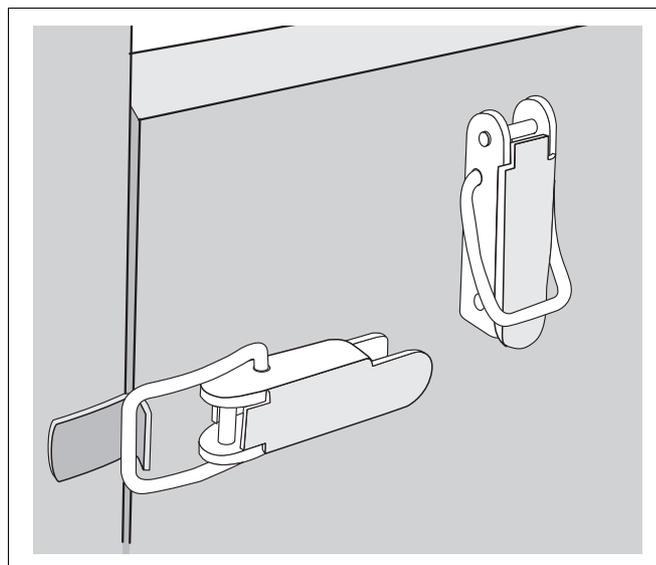

Рис. 9 Быстродействующие замки
- Соедините боковые стенки с передней стенкой быстродействующими замками рис. 9.